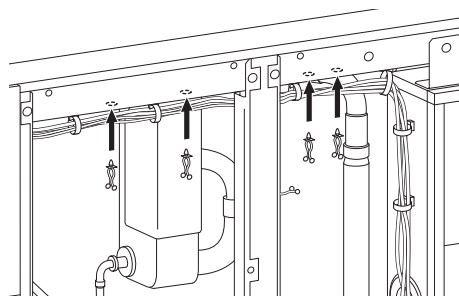

図 7
- ② ユニットの上部フレームに開いている穴 (4 ヲ所) に 8 の字固定具 (付属品) を取り付けてください。(図 7)